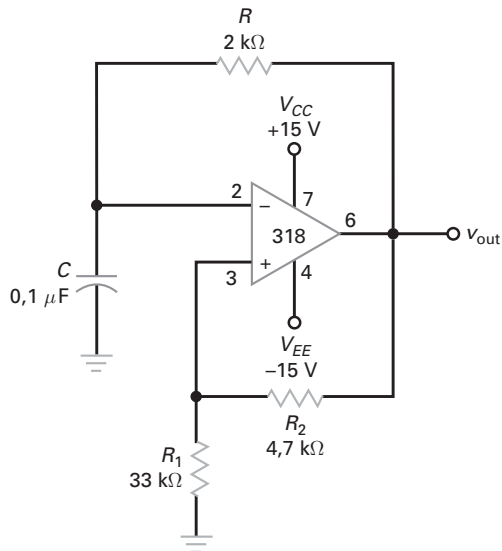

Figura 20-54
20-25 **MultiSim** Qual a frequência do sinal de saída na Figura 20-54?
20-26 **MultiSim** Se todos os resistores tiverem seus valores dobrados na Figura 20-54, o que acontecerá com a frequência?
20-27 O capacitor da Figura 20-54 é substituído por um de 0,47 μF. Qual o valor da nova frequência?
- 20-46** Queremos que a frequência de saída na Figura 20-54 seja 20 kHz. Sugira algumas alterações para realizar isso.